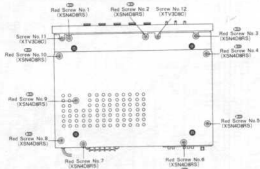

Fig. 2
3. Zehn (10) rote Chassis-Befestigungsschrauben Nr. 1-10 entfernen. (Vgl. Abb. 2)
4. Die beiden (2) Chassis-Befestigungsschrauben Nr. 11-12 entfernen. Vgl. Abb. 2.